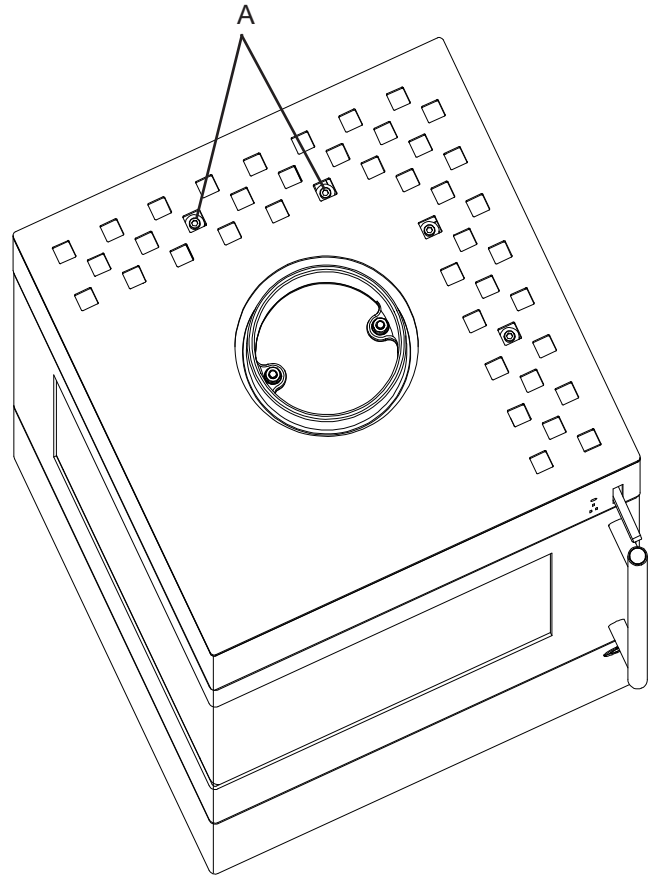

Fig.8
- Bevestigingsschroef (A) boven op het apparaat oplossen (max. 2 omwentelingen, zie Fig.8).